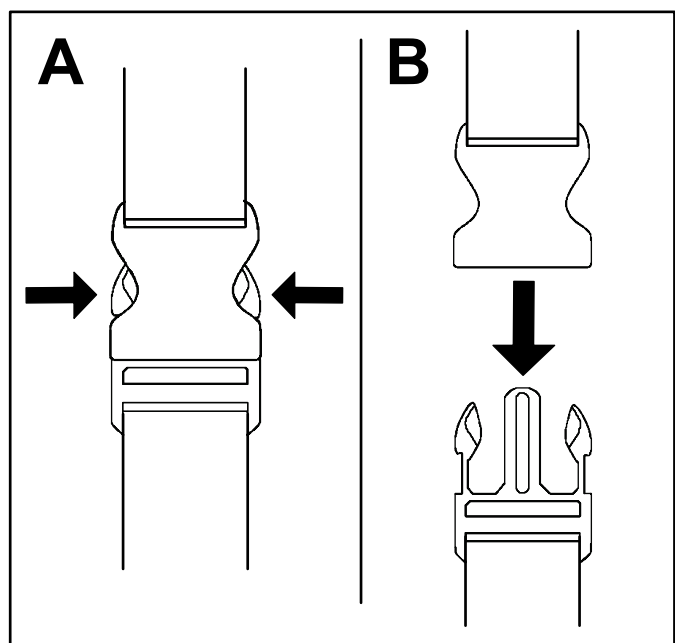

Figura 21
Per arrestare il soffiatore, disinnestate il blocco della velocità (se in uso) e lasciate andare la levetta della velocità variabile (Figura 21).
1. Premete su entrambi i lati delle fibbie (A di Figura 21).
2. Consentite lo scollegamento delle fibbie (B di Figura 21).